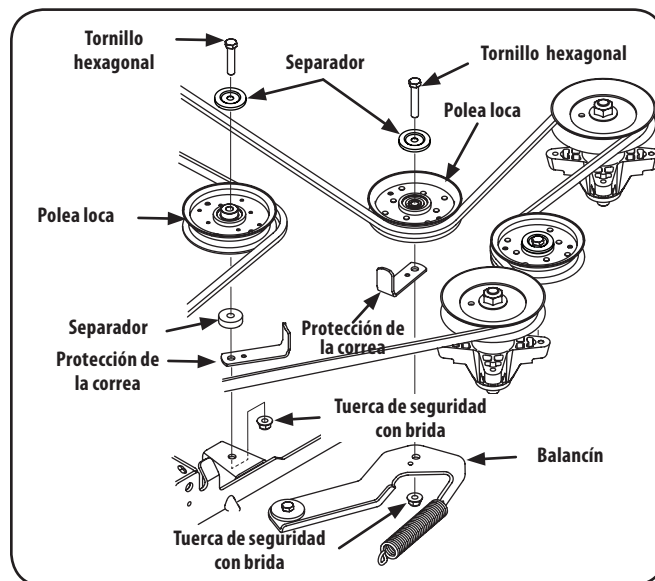

Figura 7-13
3. Extraiga las dos poleas locas, para lo cual debe retirar los tornillos de cabeza hexagonal y las tuercas de seguridad con brida que las sujetan a la plataforma y el brazo de polea loca. Consulte la Figura 7-13. No afloje ningún elemento de ferretería al sacar el tornillo de cabeza hexagonal y la tuerca de seguridad con brida.